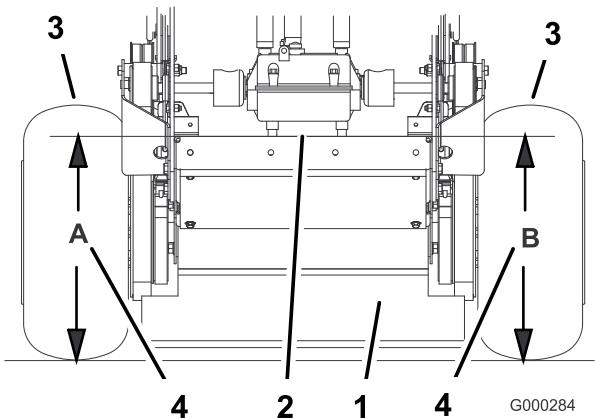

Figure 62
4. Mesurez la hauteur du plancher moteur au point A (Figure 62).
5. Mesurez la hauteur du plancher moteur au point B (Figure 62).